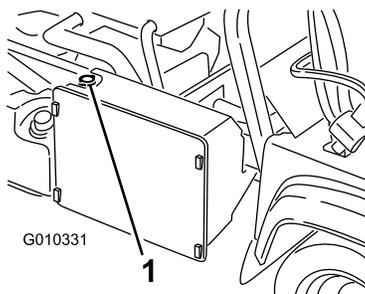

Figure 77
3. Retirez le bouchon de radiateur (Figure 77).
7. Faites l'appoint du radiateur et remettez le bouchon en place (Figure 77).